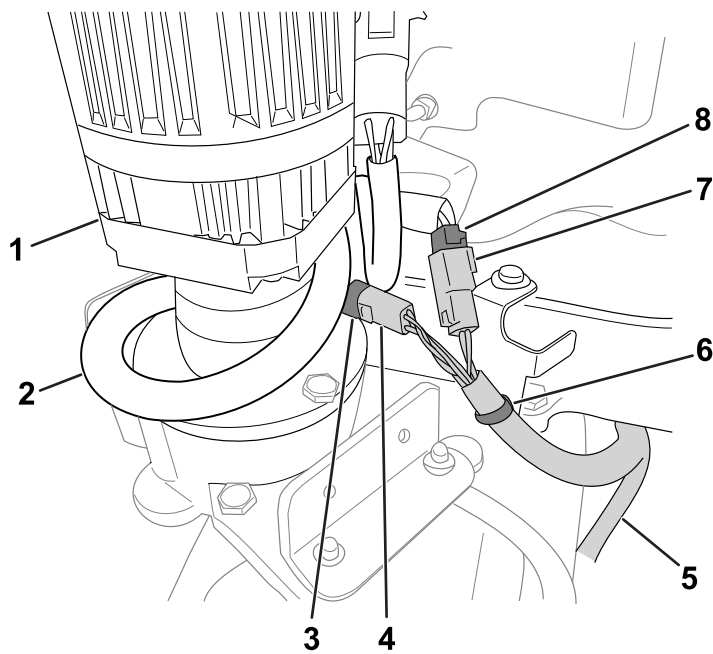

Рисунок 7
3. Проложите оставшиеся разъемы жгута проводов редуктора по направлению к двигателю рулевого управления (Рисунок 7).
- Разрежьте стяжку, крепящую жгут проводов машины к кронштейну, оставив на месте вставной держатель (Рисунок 7). Утилизируйте стяжку.
- Подсоедините разъемы редуктора к разъемам жгута проводов машины (Рисунок 7).
- Оберните излишнюю провисающую часть жгута проводов машины вокруг двигателя рулевого управления, как показано на Рисунок 7.
- С помощью стяжки, поставляемой в комплекте, прикрепите жгут проводов редуктора к вставному держателю, как это показано на рис. Рисунок 7.